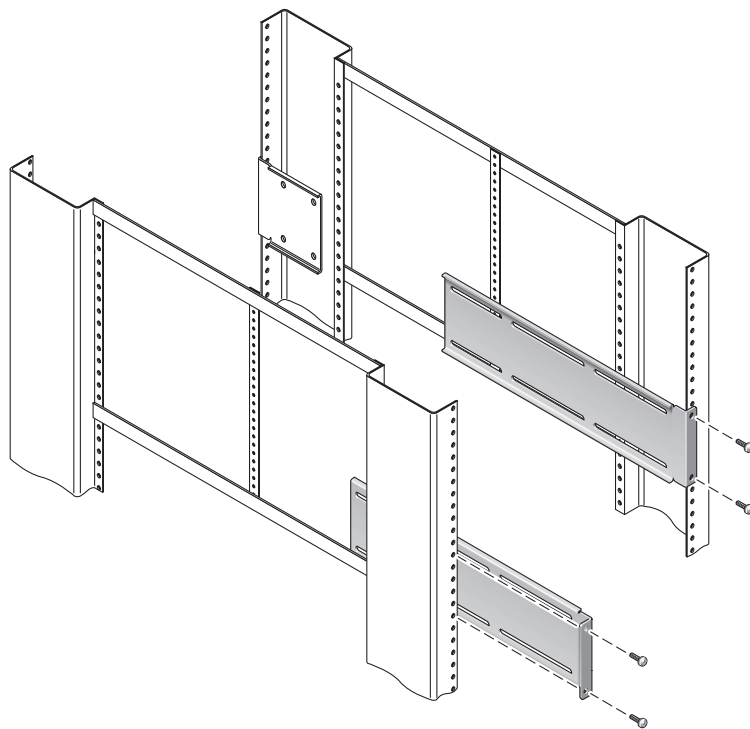

FIGURA 3-11 Fissaggio delle staffe lunghe alla parte posteriore del rack
8. Sollevare ciascuna staffa lunga alla posizione desiderata nella parte *posteriore* del rack e fissare una staffa lunga a ciascuno dei montanti posteriori del rack (FIGURA 3-11).
7. Fissare le estensioni e i gruppi di scorrimento nel rack, come mostra la FIGURA 3-11.